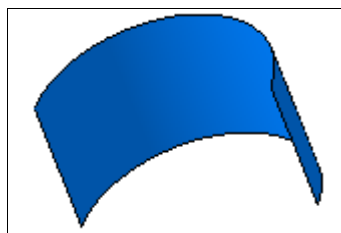

Рис. 24.3. Модель 15
- ◆ нажмите кнопку **Создать объект**. Система построит поверхность выдавливания голубого цвета (рис. 24.3). Этот цвет установлен на вкладке **Свойства** по умолчанию для всех поверхностей. При желании вы можете поменять цвет полученной поверхности на этой вкладке (см. урок 27). В Дереве модели появился элемент **Поверхность выдавливания:1** со своей пиктограммой. Сохраните построенную поверхность под именем **Модель 15**.